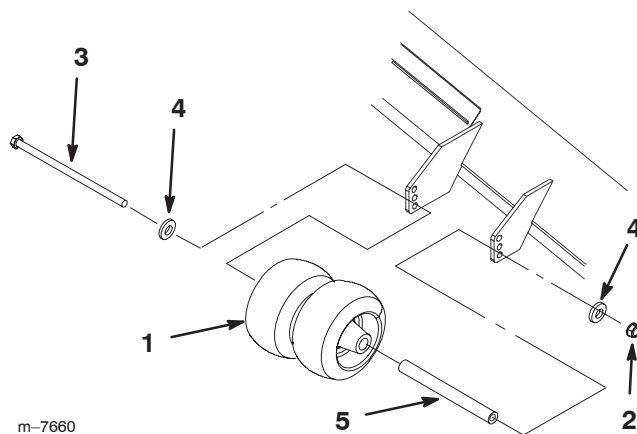

Figure 3
2. Montez les roues de jauge centrales au moyen du boulon, de l'entretoise, de la petite rondelle et de l'écrou retirés précédemment (Fig. 3).
3. Retirez la goupille fendue et la rondelle des deux montants de hauteur de coupe avant (Fig. 3). Débarrassez-vous des rondelles ; vous n'en aurez **pas** besoin pour régler la hauteur de coupe.